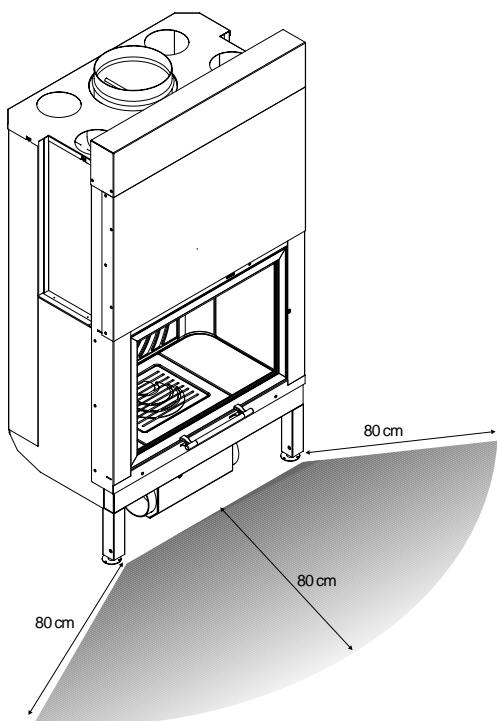

Fig. 5.1
- Tutti i materiali combustibili che si trovano nella zona di irraggiamento del calore dal vetro della porta devono essere posti ad una distanza da esso di almeno 80 cm (fig. 5.1).
- All combustible materials in the area of heat radiated from the glass of the door must be placed at a distance of at least 80 cm (Fig. 5.1).
- Alle brennbaren Stoffe, die sich im Bereich der Wärmestrahlung des Türglasses befinden, müssen in einem Mindestabstand von 80 cm von demselben untergebracht werden (Abb. 5.1).